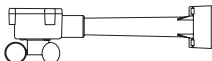

Figure 3
3. Un capteur anémométrique TX15U (Fig. 3).